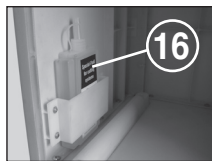

Рис. 6
- Высуните приемный контейнер (14), выньте верхнюю ванночку (16, рис. 6) из держателя на нижнем контейнере и снова вставьте контейнер.
- Распределите немного масла на листе бумаги и введите его в приемную шахту (12).
- Вытяните приемный контейнер (14) настолько, чтобы загорелся контрольный индикатор (8).
- Контрольные указатели (7) и (4) мигают.
- Нажать кнопку обратного хода (4) и держать ее нажатой, пока не погаснет контрольный указатель (7).